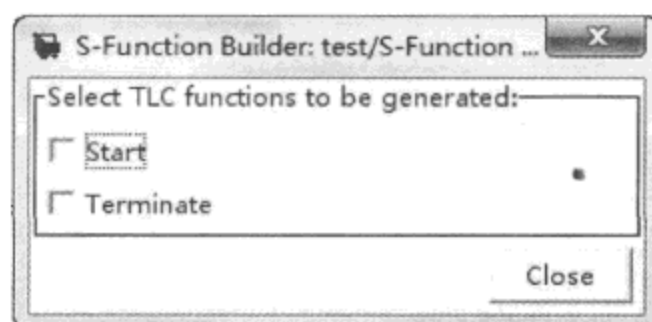

图 4.3.13 附加方法
(1) 用户可以在此界面设置一些用于生成 MEX 文件的选项。
① Compilation diagnostics: S-Function Builder 在生成 C 源代码和可执行文件时, 显示有关的信息。
② Show compile steps: 选中该项, Compilation diagnostics 区域将显示编译的每个步骤。
③ Create a debuggable MEX-file: 选中该项, 生成的 MEX-file 中将包含调试信息。
④ Generate wrapper TLC: 选中该项, 将生成 TLC 文件。如果用户不打算让 S-Function 在 Accelerator 模式下运行, 也不打算将它用在生成 Real-Time Workshop 代码的模型中, 则不需要生成 TLC 文件。
⑤ Save code only: 选中该项, 将不生成 MEX 文件。
⑥ Enable access to SimStruct: 选中该项, 允许 S-FunctionBuilder 生成的 wrapper 函数访问 SimStruct (S)。于是用户就可以在 Outputs、Continuous Derivatives、Discrete Updates 等界面中使用 SimStruct 的宏定义及函数。
(2) Additional methods 界面如图 4.3.13 所示。